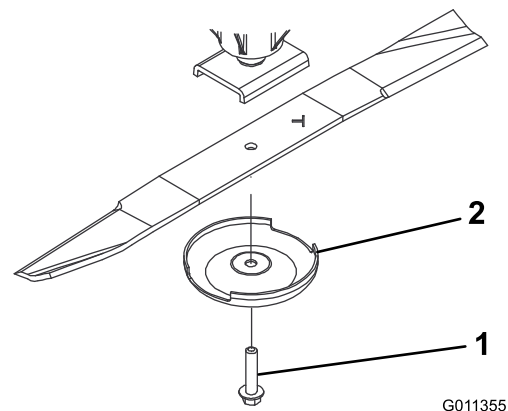

図 65
3. ブレードを取り付ける時は、セール立ち上がっている部分がカッティングデッキの天井を向くように取り付け、芝削り防止カップをつけてブレードボルトで固定する 図 65。各ブレードボルトを 115149N・m 11.815.2kg・m = 85110ft・lb にトルク締めする。
2. ぼろきれや厚いパッドの入った手袋を使ってブレードの端部をしっかりと握る。スピンドルのシャフトからブレードボルト、芝削り防止カップ、ブレードを取り外す 図 65。
ブレードの磨耗を放置すると、ブレードのセール部と平坦部との間に割れ目が発生する 図 65。この割れ目が拡大すると、最終的にはブレードがちぎれてハウジングの下から飛び出し、これがオペレータや周囲の人に重大な人身事故となる。